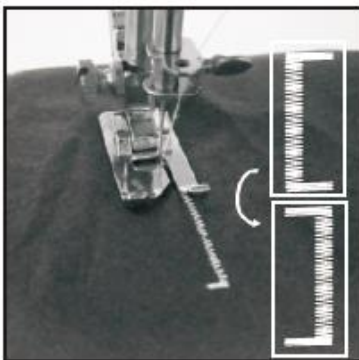

Bild 18
- 5) Lyft upp pressarfoten och vrid plagget i 180° (bild 18).